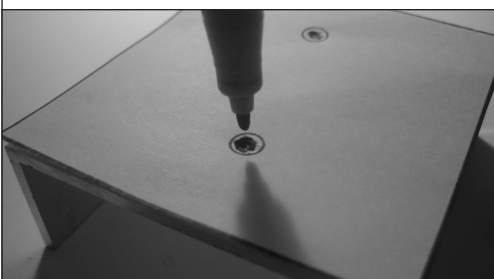

Abb.: 3
2.1.2 Dann legt man die Schablone auf die Oberseite des Alu-U-Profil und zeichnet mit einem Bleistift oder Filzstift die Löcher exakt auf das Aluminium durch (Abb.: 3).